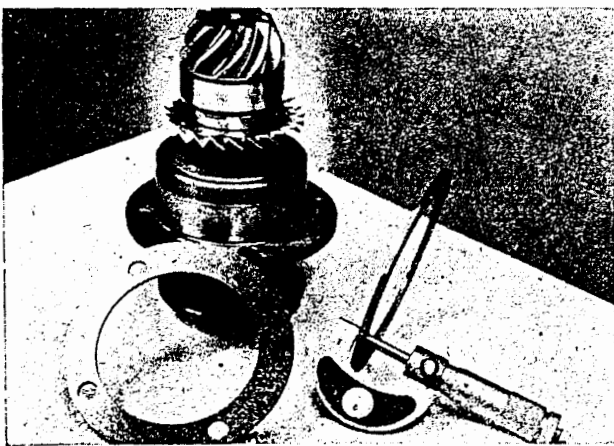

Bild H 26. Messen der Ausgleichscheibe
10. Ist das entsprechende Maß der Ritzelwelle eingestellt, wird die erforderliche Dicke der Ausgleichscheibe ausgemessen. Dabei ist die Dicke der beiden Dichtungen mit einzurechnen (Bild H 26), d. h., von der so ermittelten Scheibendicke sind 0,3 mm abzuziehen.